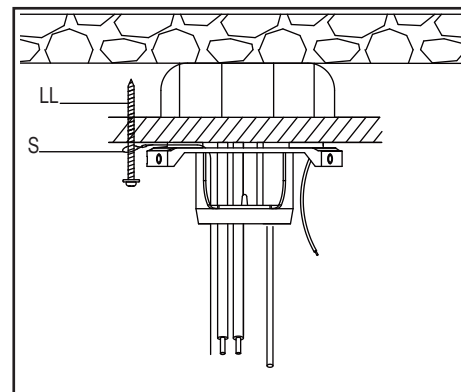

Figure 10
1. Vissez la vis à bois (LL) (non fournie) dans le plafond.
2. Enfillez la boucle terminale du câble de sécurité (S) sur la vis à bois, puis serrez bien la vis ou reliez le câble de sécurité directement à la boîte électrique. (Figure 10)